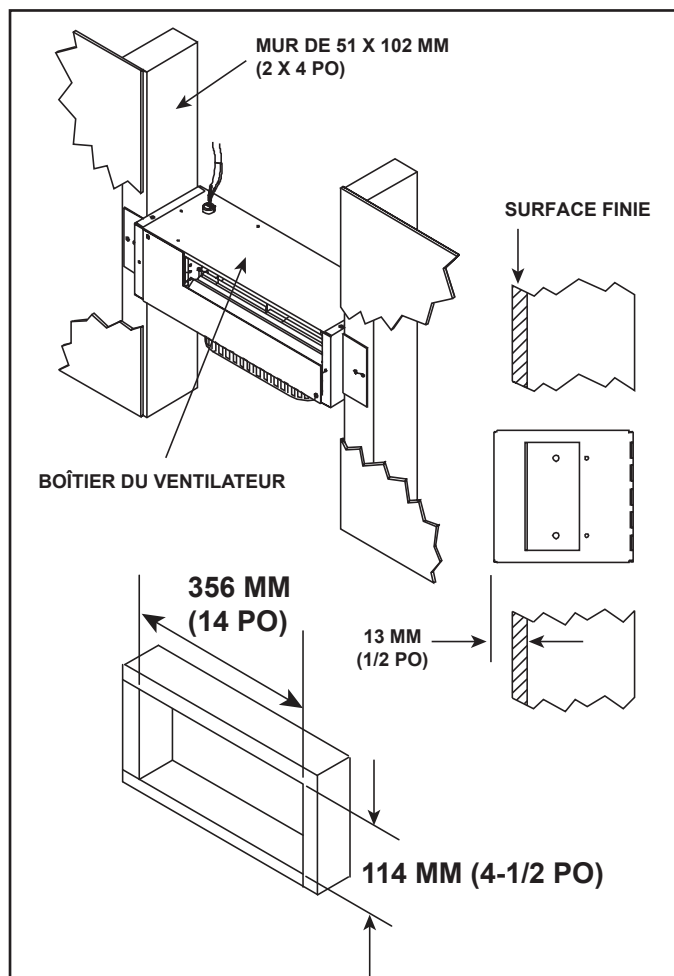

Figure 6.13 Montage au mur (2 X 4)
**Remarque :** On peut faire pivoter les supports de 180° et les fixer au côté arrière du 2 x 4, le cas échéant. Voir la figure 6.13.
Si le boîtier du ventilateur est installé dans un mur de 2 x 4, l'avant du boîtier dépassera d'environ 13 mm (1/2 po) de la finition du mur. Voir la figure 6.13.